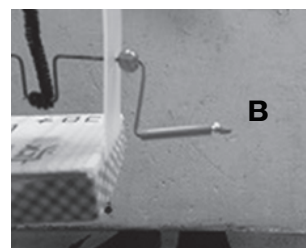

図3
- (5)針金Bにビーズを通しPPシートの脇に寄せ、針金を直角に曲げます。さらに3 cmの位置で直角に曲げてストローを通し、針金の先を丸く曲げて取手にします(図3)。